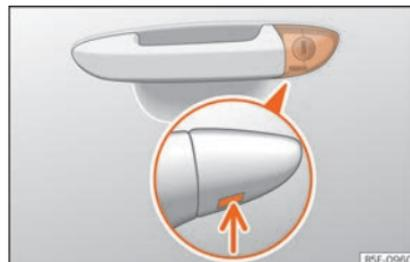

Fig. 5 Poignée de la porte du conducteur : barillet de serrure caché.
- Introduisez le panneton dans l'ouverture du cache de la poignée de la porte du conducteur depuis le bas »» **fig. 5** (flèche) et retirez le cache vers le haut.